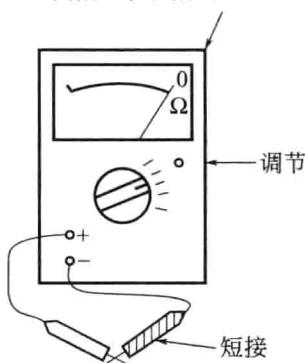

图 1-8 万用表调零
① 装上电池(如MF-47型万用表R14型2#1.5V及6F22型9V各一只)，如果被测电阻处于电路中，那么首先应该将被测电路断电，如电路中有电容则应在断电后先行放电。测量时注意断开被测电阻与其他元器件的连接线。
② 转换开关旋至“Ω”挡位，正确选择量程，即尽量使指针指在刻度线的中间部分(该挡的欧姆中心值)。若不知被测电阻大小时，可选择高挡位试测一下，然后选取合适的挡位。
③ 调节零点。测量前应首先进行调零，在所选电阻挡位，将两表笔短接，指针不指零位时，调节“Ω”调零旋钮，使指针指准确指在 $0\Omega$ 刻线上，如图1-8所示。每次换挡后必须重新调零，如某个电阻挡位不能调节至欧姆零位，则说明电池电压太低，已不符合要求，应及时更换电池。
④ 测量。将红黑表笔分别接触被测电阻的两端，并保证接触紧密。被测对象不能有并联支路，当被测线路有并联支路时，测得的电阻值不是该电路的实际值，而是某一等效电阻值。尤其测量大电阻时，不能同时用两手接触表笔的导电部分，防止人体电阻使测量出现较大的误差。